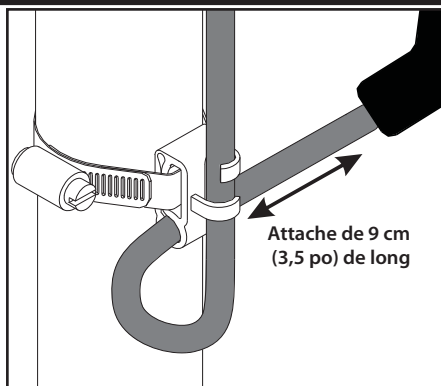

FIGURE 2
4. Placez le câble du flotteur dans le collier, comme illustré sur la **Figure 2**.
5. Ajustez la position du collier au niveau d'activation désiré et serrez au tuyau de refoulement comme illustré sur la **Figure 2**.